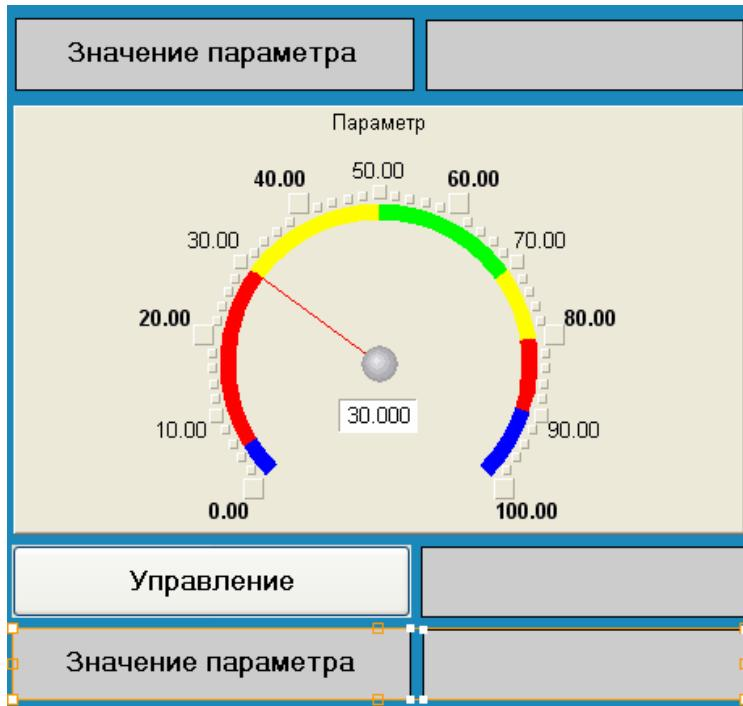

Рис. 5.1
5.4.2.2. Скопіювати два перших ГЕ "Значення параметра" і **Текст** і розмістити їх нижче ГЕ **Кнопка** (рис. 5.1).